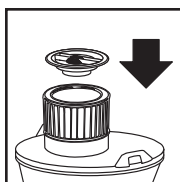

FIGURA 21
34. Coloque el retenedor de filtro dentro de la parte superior del filtro de cartucho, sostenga la cubierta del depósito con una mano, gire la manija del retenedor del filtro en sentido de las agujas del reloj para apretar, asegurando el filtro en su lugar **FIGURA 21, 22.**